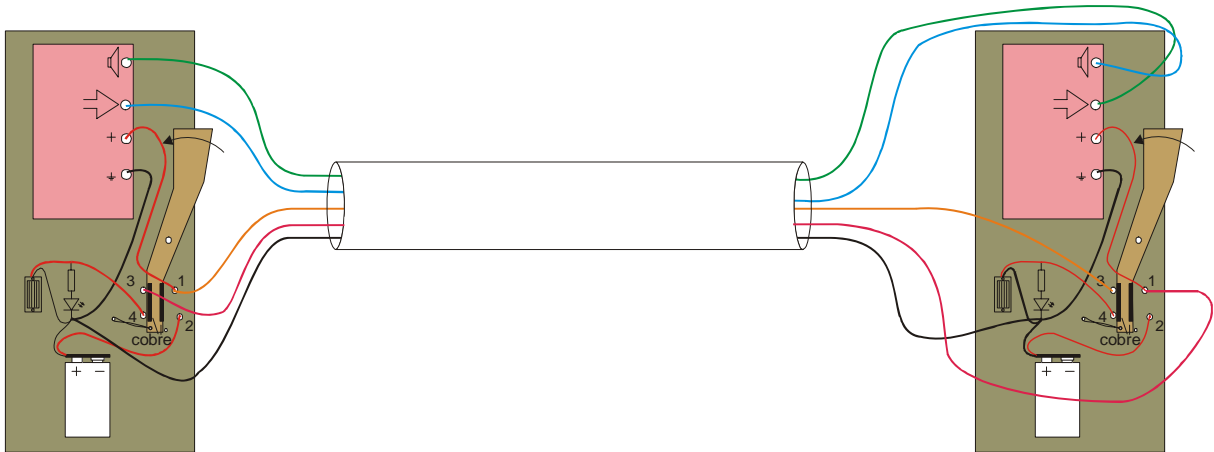

Figura 5
7.- Pégase a placa na estrutura e faise o cableado correspondente (figura 5).